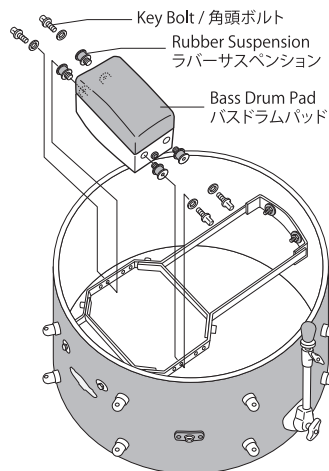
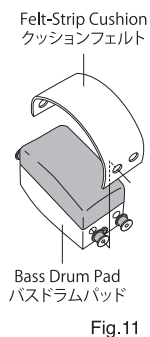

Fig.7
Fig.11
1. Insert the four Rubber Suspension holders into the Bass Drum Pad. Install the Bass Drum Pad to the frame using the provided Key-Bolts (Fig.7).
バスドラムパッドにラバーサスペンションを4箇所取り付けした後、ドラムキーを使って、バスドラムパッドをFig.7のように角頭ボルト4本で固定します。
- To install the felt-strip cushion, remove the bass drum pad from the frame. Attach it to the Pad by using the rubber suspension spacers to hold it in place. Re-install to the frame by the provided Key-Bolts as shown in (Fig. 7, 11).
- 支柱からバスドラムパッドを外し、クッションフェルトの4箇所穴にラバーサスペンションを通し (Fig.7, Fig.11) と同様に角頭ボルト4本で固定し直して下さい。